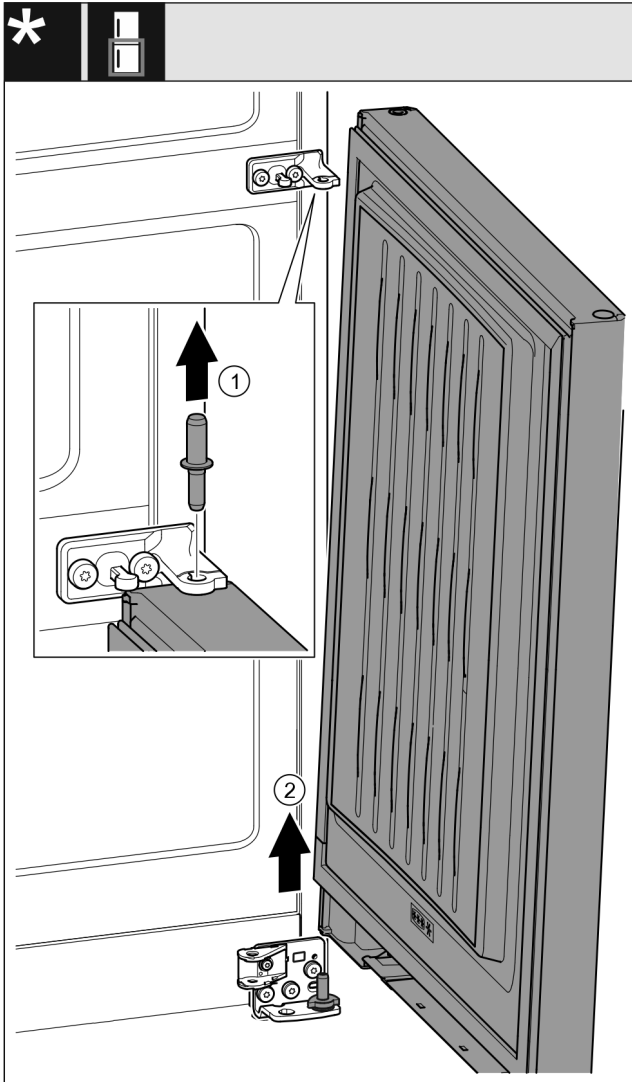

Fig. 27 Mit Schließdämpfer\*
- Bolzen Fig. 27 (1) nach oben herausziehen.\*
- Tür Fig. 27 (2) herausschwenken, nach oben ziehen und beiseitestellen.\*